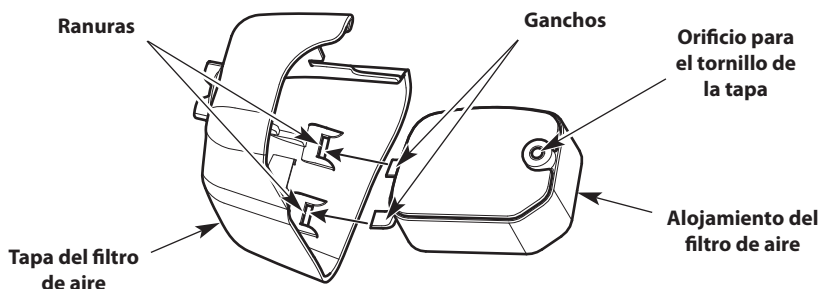

Fig. 21
7. Inserte los ganchos del alojamiento del filtro de aire dentro de las ranuras de la tapa del filtro de aire (Fig. 21).
8. Debe girar la tapa del filtro de aire hacia la derecha y alinear el tornillo de la cubierta con el orificio destinado a dicho tornillo (Fig. 21). Apriete el tornillo de la tapa para sujetar dicha tapa.